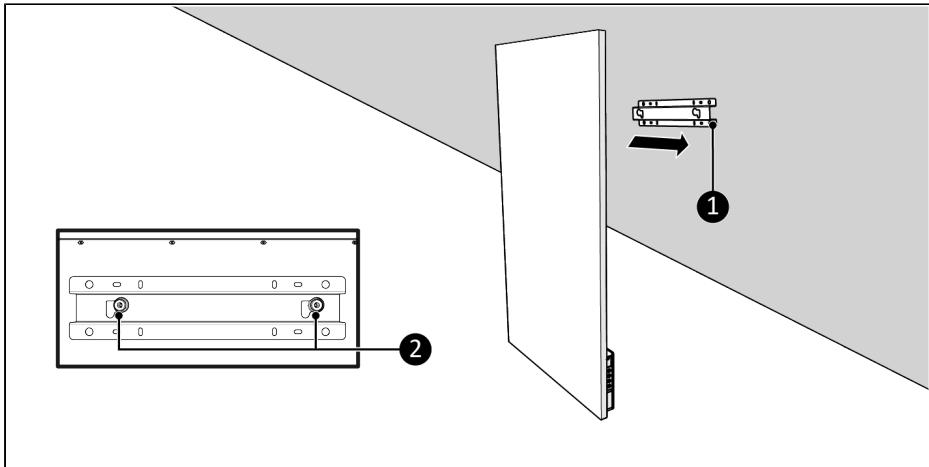

Figure 115.
1. Umiestnite upevňovacie skrutky (Figure 115, poz. 2) cez nástennú konzolu (Figure 115, poz. 1).